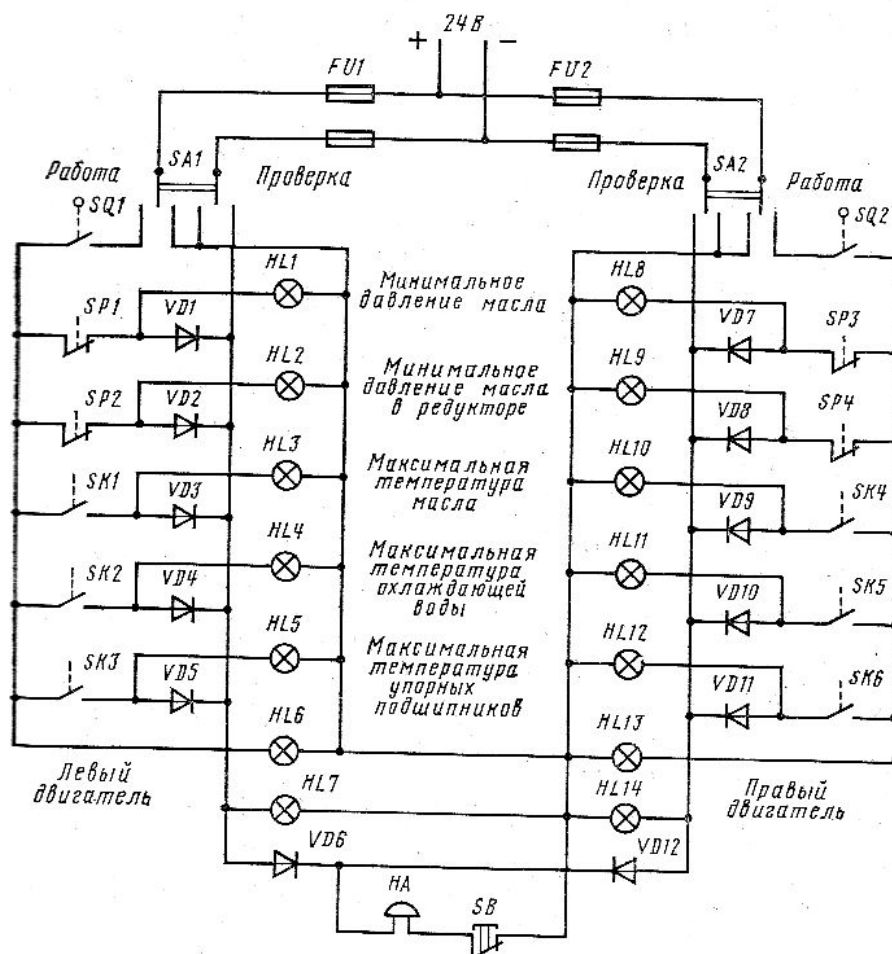

Рис.1
1. Назвать элементы и назначение в схеме СПАС-5, принцип работы схемы в аварийных ситуациях с главным двигателем (рис.1)